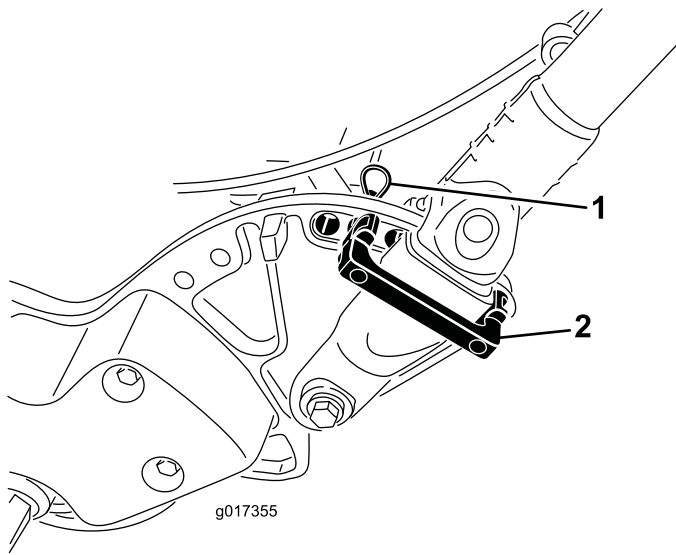

Bild 11
1. Stützen Sie den Holm ab und nehmen Sie gleichzeitig die Kabelbinden ab, mit denen die Holmklemmen an den Seitenplatten befestigt sind (Bild 11).
2. Drehen Sie den Holm in die gewünschte Einsatzposition; setzen Sie eine Holmbefestigung über die Holmklemmen und in die entsprechenden Löcher in der Seitenplatte ein (Bild 11).
3. Arretieren Sie die Klemme mit einem Splint (Bild 11).